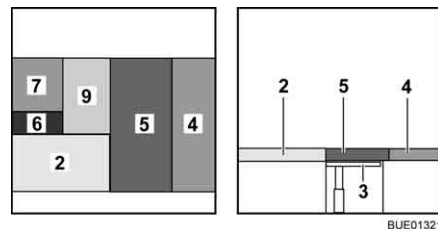

Fig. 147 Après la transformation
- Relever le coussin supplémentaire (Fig. 147,9) et le placer sur la table.
- Placer le coussin d'assise (Fig. 147,5) au centre.
- Placer le coussin de dossier (Fig. 147,4) entre le coussin d'assise et la cloison.